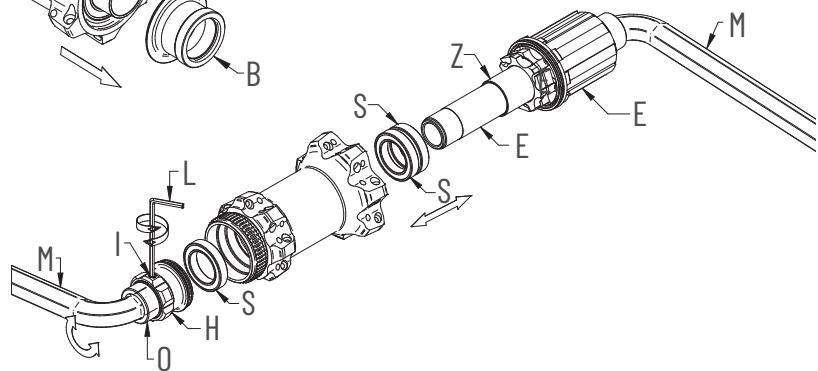
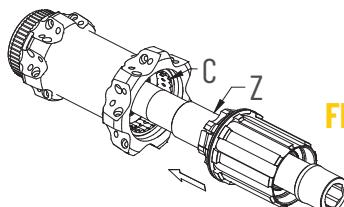

FIG. 4
FIG. 5
- Inserite una chiave a brugola da 12 (M) sul lato destro del mozzo (Fig. 4).
- Con l'aiuto di chiave a brugola da 12 (M), svitate lo scontro (0).
- Sfilate il perno del mozzo posteriore con il corpo ruota libera (E).
- Sostituire i cuscinetti (S) del corpo mozzo.
- Reingrassare con un grasso a bassa densità la cremagliera (C).
- Sfilare dal perno il corpo ruota libera con il relativo distanziale (Z) e procedere alla pulizia dei cricchetti. **Attenzione: i cuscinetti del corpo ruota libera NON sono sostituibili.**
- Terminata la manutenzione, infilate il corpo ruota libera con il relativo distanziale (Z) nel perno.
- Inserite il perno nel corpo del mozzo facendo molta attenzione al corretto posizionamento dei cricchetti (Fig. 5).